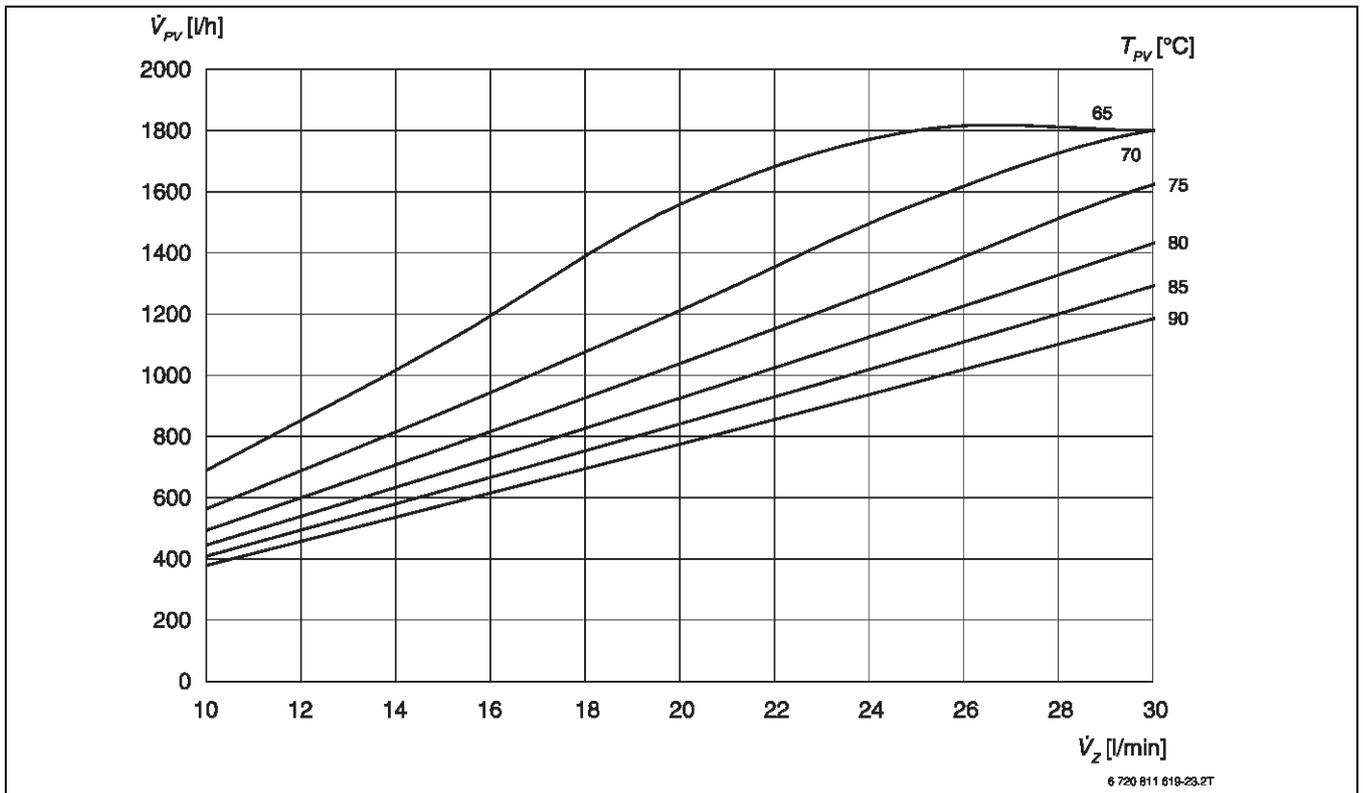
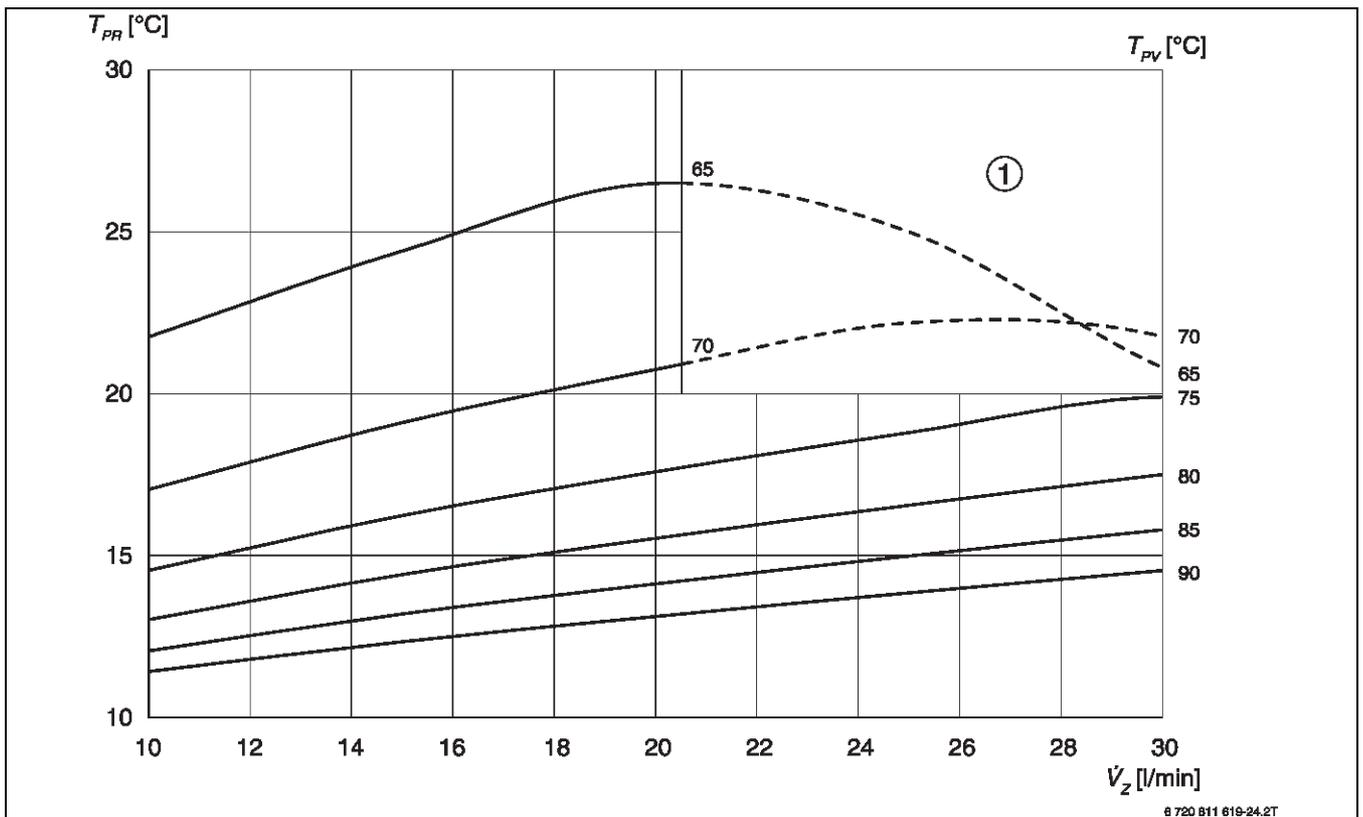

Bild 226 Volumenstrom vom Pufferspeicher (Vorlauf) bei 60 °C Zapftemperatur
Bild 227 Volumenstrom zum Pufferspeicher (Rücklauf) bei 60 °C Zapftemperatur
**Legende zu Bild 226 und Bild 227:**